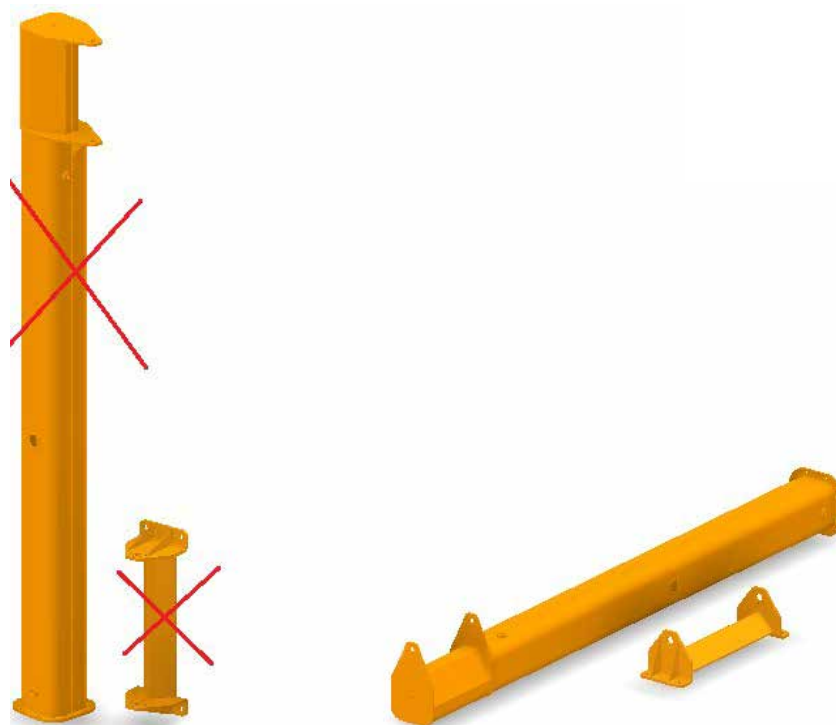

fig.14
- ▶ Tutte le parti o componenti devono essere appoggiati o fissati stabilmente in tutte le fasi di movimentazione, trasporto e stoccaggio e non devono essere ribaltati o appoggiati in posizione verticale o su un fianco (fig. 14).